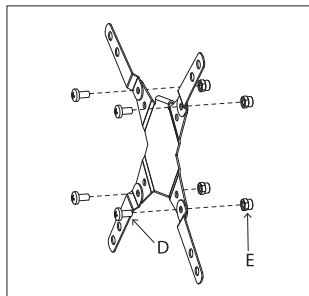

Рис. 7
Б) Если крепежная схема дисплея 100 мм x 200 мм или 200 мм x 200 мм, вам придется использовать дополнительные адаптеры, идущие в комплекте. С помощью винтов M6x12 (D), гаек M6 (E) и гаечного ключа (F) прикрепите адаптеры к крепежной пластине (см. рис. 7).